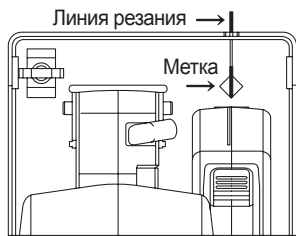

Рис. 7
1. Поравняйте проверочную линию на основании с линией резания. (См. Рис. 7)